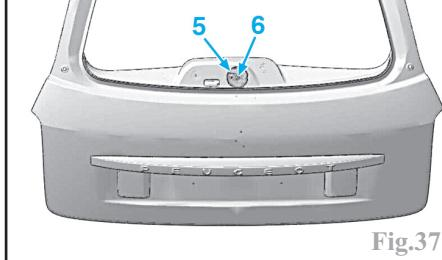

Fig.37
-déposer la fixation (6), le galet (5) et le joint (vitre de volet AR) (Fig.37).